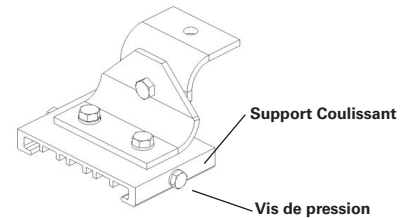

Figure 4 : Détails du montage pivotant
- Serrer à fond les vis de pression de 1/4 po sur chaque support coulissant (voir la figure 4). Visser au couple de 78 po-lb (8,8 N.m).
- Régler la position du luminaire selon l'angle souhaité, puis serrer les deux (2) boulons à œil de 5/16 po. Visser au couple de 138 po-lb (15,6 N.m).